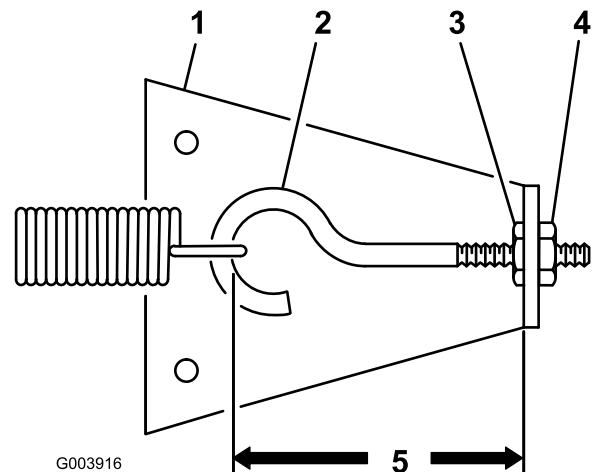

Bild 62
- Lösen Sie die innere Sicherungsmutter, mit denen der Augbolzen an der Federbefestigungsplatte befestigt ist (Bild 62).
- Drehen Sie die äußere Sicherungsmutter nach rechts, bis der Abstand zwischen der Innenseite der Augbolzenschleife und der Innenseite der Federbefestigungsplatte unter 32 mm ist, siehe Bild 62. Ziehen Sie die innere Sicherungsmutter fest.